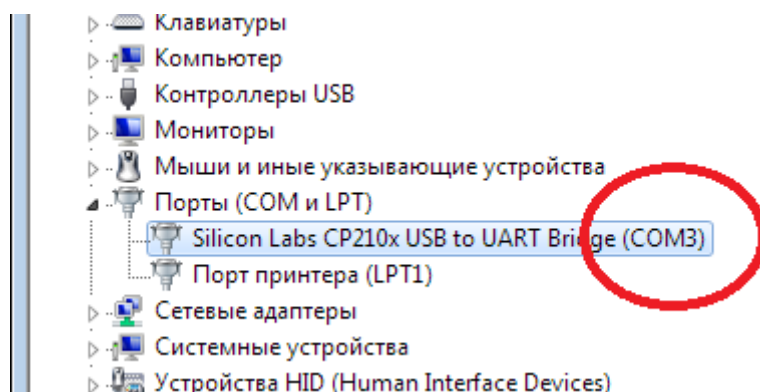

Рисунок 4.1. Чтение номера *SOM*-порта подключенного *UART-USB* переходника
2. Считать *SOM*-порт (см. рисунок 4.1):